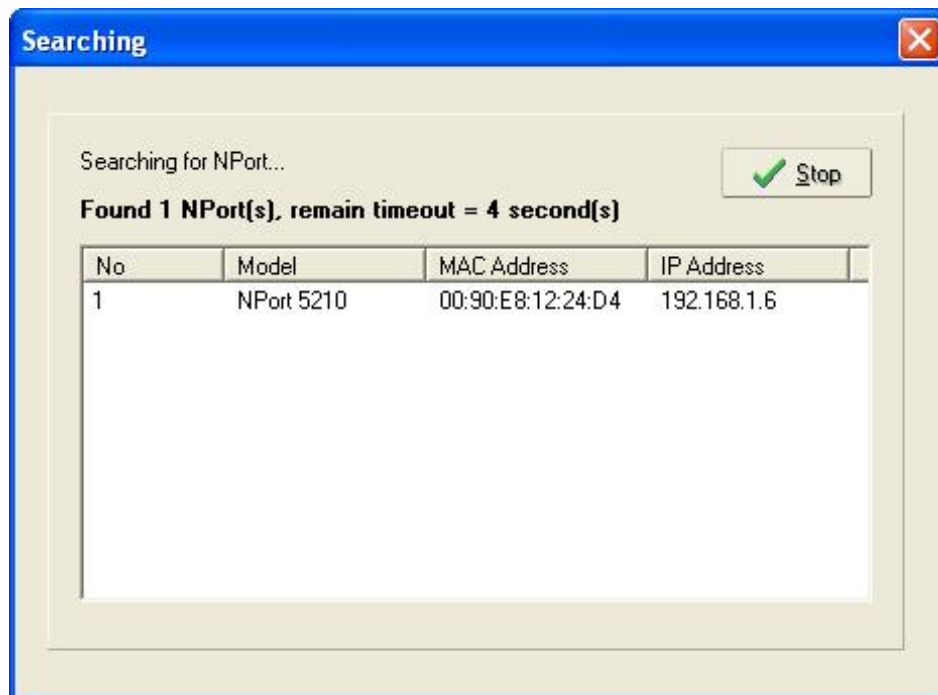
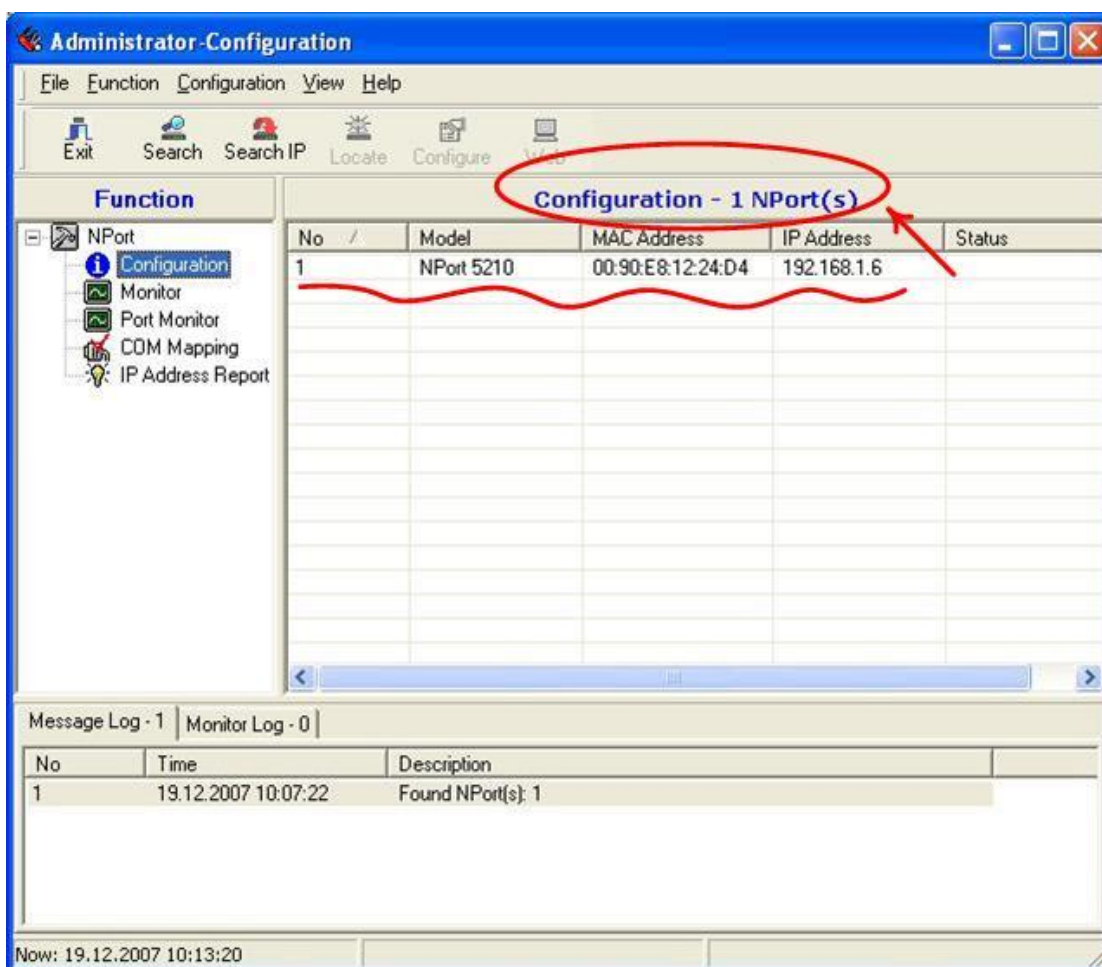

Рисунок 4 – Окно поиска модуля «Аларм-Ethernet» в локальной сети
Рисунок 5 – В локальной сети найден один модуль «Аларм-Ethernet»
3.2.6 Нажать кнопку «Search», на экране появится окно «Searching» (рисунок 4), если устройство найдено в локальной сети, то через 4 с оно отобразится в строке раздела «Configuration» основного окна программы (рисунок 5). Программа отображает все модули, которые в настоящий момент подключены к локальной сети.